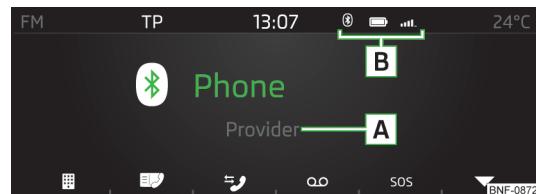

Fig. 111
- » Nel menu principale *Telefono*, premere il tasto funzione **☎** » fig. 111 a pag. 89.
- » Per la **visualizzazione** premere nel menu principale *Telefono* il tasto funzione **📞** » fig. 111 a pag. 89.
- Nel menu principale **Telefono**, premere il tasto funzione ▼ » **fig. 111 a pag. 89**.
► Per la **visualizzazione** premere nel menu principale **Telefono** il tasto funzione ► **fig. 111** a pag. 89.